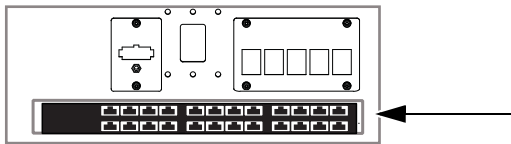

图 10 盒架后视图（装有以太网交换机）
- 然后，将交换机放入盒架，使其端口面向机架后端。注意，应可从后垫板中的水平槽口看到端口（见图 10）。